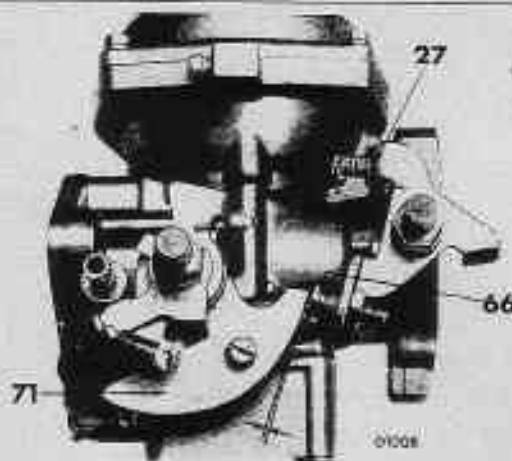

Fig. 11. Vis de réglage du starter, de la came et du papillon des gaz
Enfin, régler à nouveau la vis de ralenti rapide (66) de manière à obtenir une tolérance de 1/16 de pouce entre la tête de la vis et la surface de came adjacente (71) comme l'indique la Fig. 11.